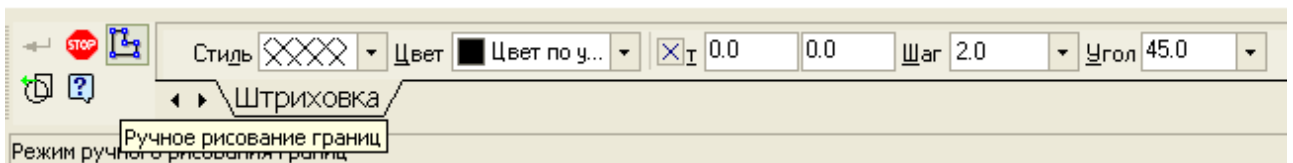

Рисунок 7. Схема виклику команди «Ручное рисование границ» на Панелі Властивостей
3.5 Створюємо об'єкт штриховки за допомогою команди «Штриховка» в розділі «Геометрия». Для створення потрібної штриховки треба задати «Стиль», «Шаг» і «Угол» (рис. 7, 8).